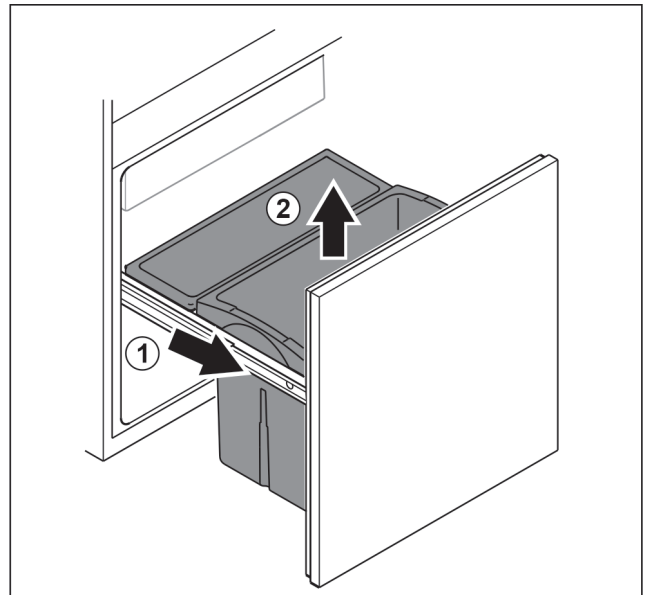

Fig. 30
- Uitschuifwagen er volledig eruit trekken Fig. 30 (1).
- Schuiflade er naar boven uitnemen Fig. 30 (2).